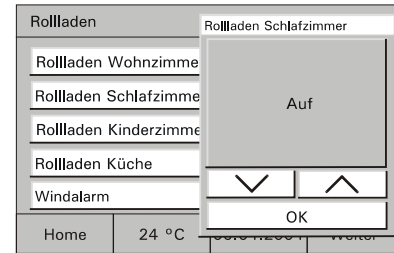

Fig. 10
- Bediendialog, Anzeige von Zuständen (Fig 10)